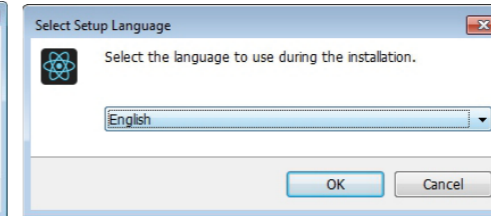

Figura 2 Selezionare una lingua di installazione
**Passaggio 2:** selezionare la lingua di installazione come mostrato nella Figura 2.